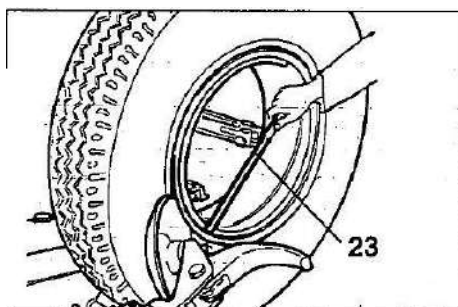

Рисунок 30
- 5) Повторите эту процедуру, но на этот раз подведите диск к разъемному кольцу (см. Рисунок 30) до тех пор, пока не освободится стопорное кольцо. Снимите его с помощью монтажки (23, Рисунок 30) или с помощью ДИСКА.
- 5) Повторите эту операцию, но на этот раз перемещайте ДИСК к разъемному кольцу (см. Рисунок 30) до тех пор, пока не освободится стопорное кольцо; это кольцо можно снять с помощью монтажки (23, Рисунок 30) или с помощью ДИСКА.